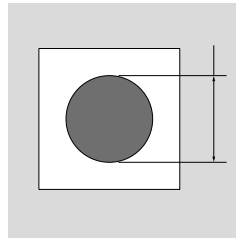

Abb. 11.1.1
- Die Last darf nur an dafür vorgesehenen Stellen des Hydraulikhebers (Fußklaue und Kopf) gehoben werden. Die Last muss immer mittig auf dem Kopf oder der Fußklaue aufliegen (Abb. 11.1.1).